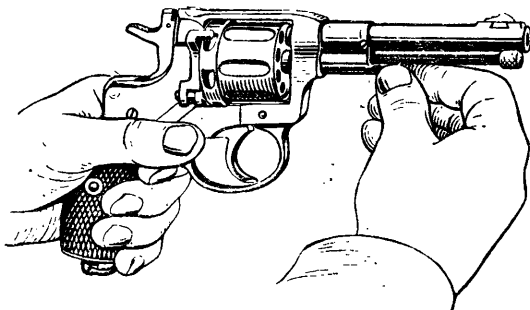

Рис. 27. Как вынуть ось барабана
2) **вынуть ось барабана:** удерживая револьвер левой рукой за рукоятку, правой рукой повернуть шомпольную трубку настолько, чтобы черта на верхней части ее пришлась против черты на пояске ствола, и вынуть за головку ось барабана (рис. 27);